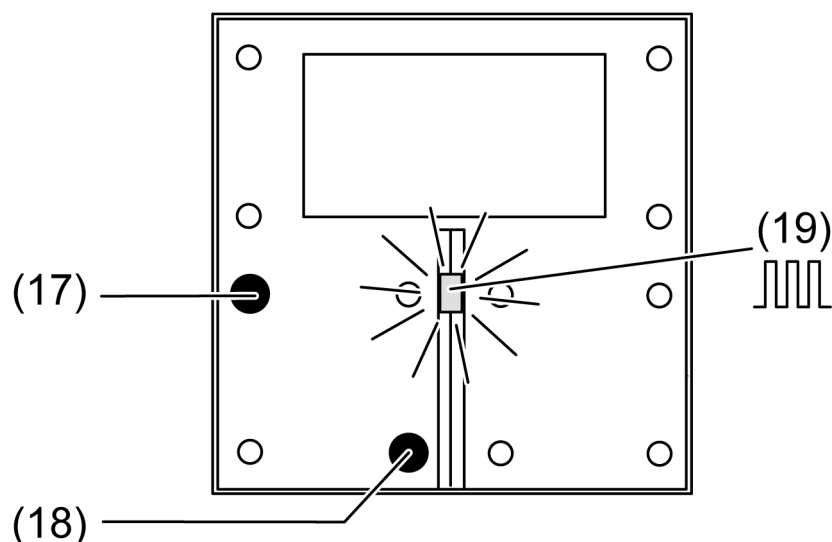

Figura 4: Activación del modo de programación
- Activar el modo de programación: pulsar y mantener pulsado el pulsador (17) (véase figura 4). A continuación pulsar el pulsador (18). El LED de funcionamiento (19) parpadea rápidamente.
- Programar la dirección física. El LED de funcionamiento (19) vuelve al estado anterior (apagado, encendido o parpadeo lento).
- Pulsar y mantener pulsada la tecla izquierda arriba a la izquierda y abajo a la derecha (véase figura 4).
- Pulsar el pulsador (17) (véase figura 4) y mantenerlo pulsado. A continuación, pulsar el pulsador (18) durante más de 5 segundos hasta que el LED de funcionamiento parpadee rápidamente (aprox. 4 Hz).